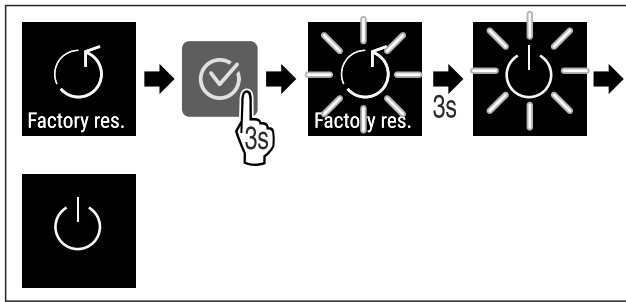

Fig. 112
► Изпълнете стъпките (виж Fig. 112) .